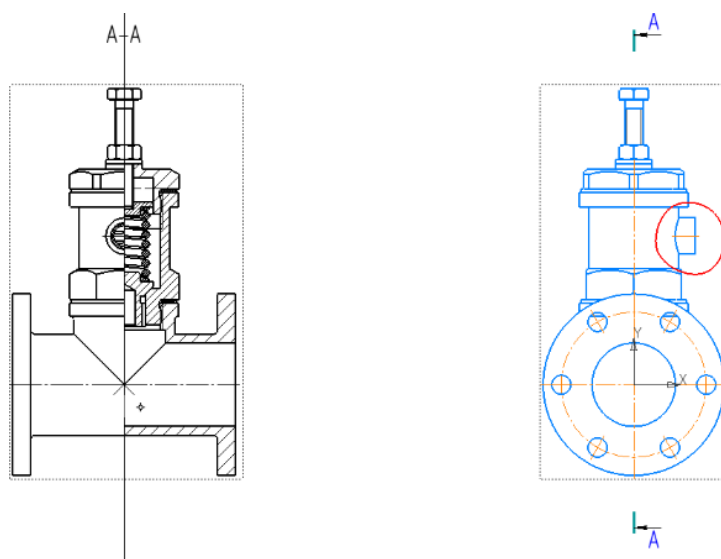

Рис. 8 Определение области для местного разреза и положения секущей плоскости
- **Черчение – Геометрия – Сплайн по точкам** (рис. 8).
- **Черчение – Виды – Местный разрез.** Параметры команды Местный разрез: граница – замкнутая линия, ограничивающая местный разрез; секущая плоскость – в графической области чертежа появляется фантом следа секущей плоскости, представляющий собой прямую линию, которая задает положение секущей плоскости (см. рис. 8).